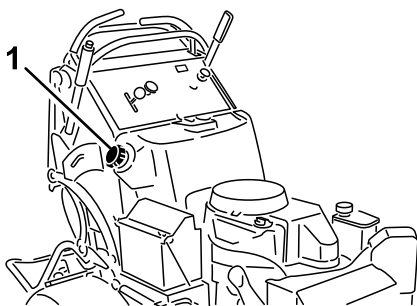

Figura 46
3. Pulite attorno al tappo del carburante per evitare che i detriti finiscano nel serbatoio del carburante (Figura 46).
6. Servendovi della pompa a mano, travasate il carburante in una tanica pulita adatta (Figura 46).